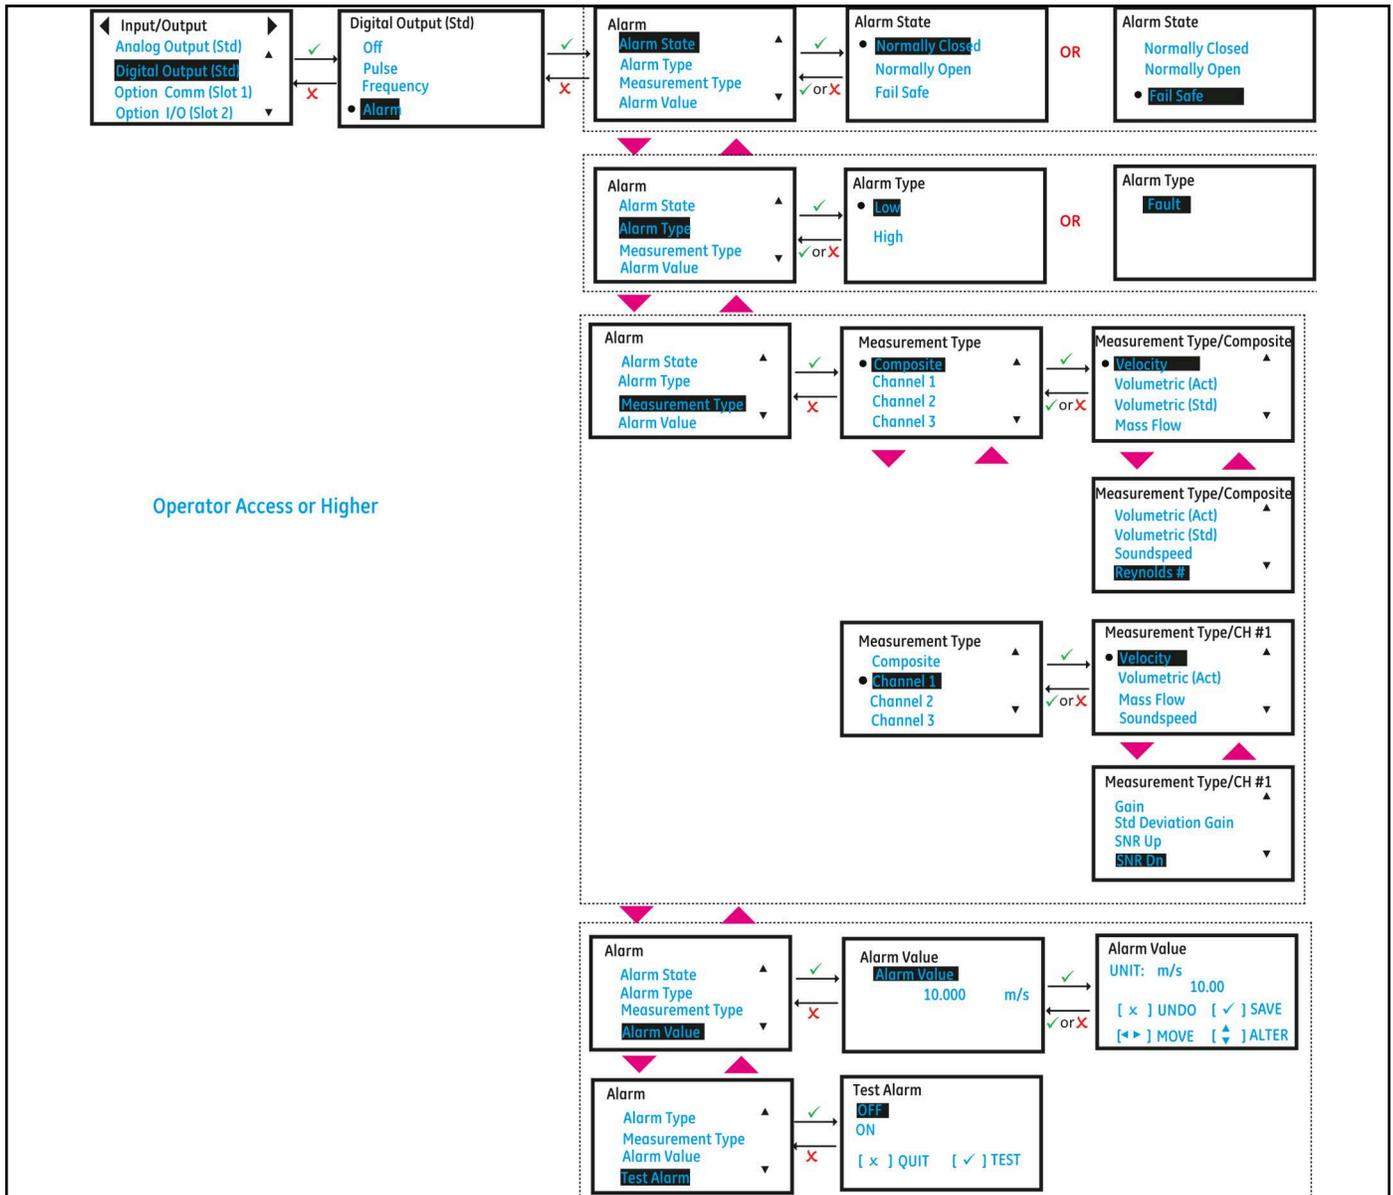

Figura 34: Configuración de la salida de alarma
2. Seleccione las opciones **[Alarm State / Estado de alarma]**, **[Alarm type / Tipo de alarma]**, **[Measurement Type / Tipo de medición]**, **[Test Alarm / Alarma de prueba]** y **[Alarm Value / Valor de alarma]** según sus necesidades. La siguiente dirección *Figura 34* muestra las opciones disponibles. Consulte también *Tabla 14* para entender cada opción.